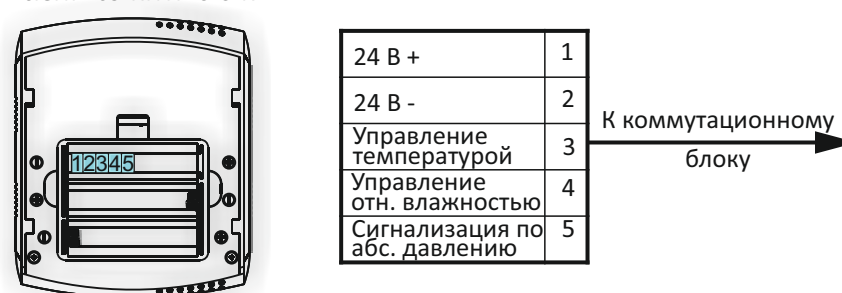

Рисунок 1 - Подключение внешних устройств к Eclerk-Eco-RHTP-0-0-R
- Подключите кабель к клеммному соединителю, расположенному в батарейном отсеке измерителя (смотреть рисунок 1), предварительно выдавив перфорированное окно в кронштейне измерителя. Пример окна изображён на рисунке 3. При использовании измерителя с подключением блока питания управления нагрузками НЕ РЕКОМЕНДУЕТСЯ устанавливать в измеритель крышку батарейного отсека и батареи питания, которые рекомендованы к использованию измерителя в автономном режиме для экспресс контроля качества воздуха в различных помещениях. Для удобства подключения рекомендуется использовать кабель с цветными жилами.